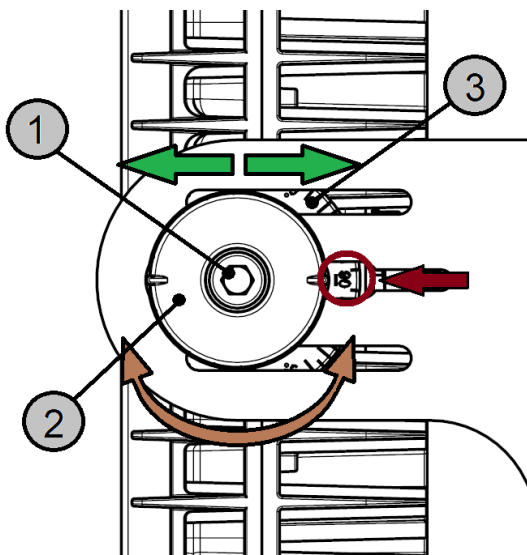

Рисунок 10.4 Регулировка угла наклона прожектора
- Ослабить центральный болт крепления оптической части к лире поз.1, так чтобы зубья лимба поз.2 разошлись обеспечив поворот оптической части **рисунок 10.4**.